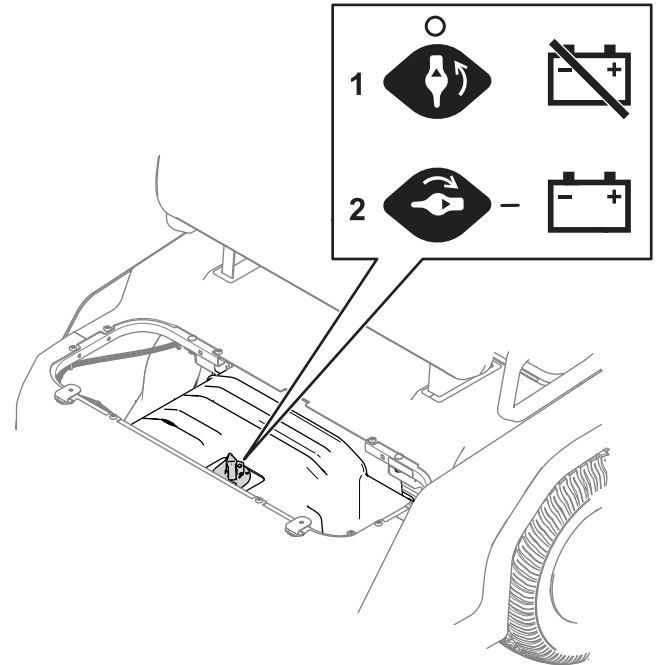

図 34
3. 図 34のように、バッテリー遮断スイッチを希望位置にセットする。